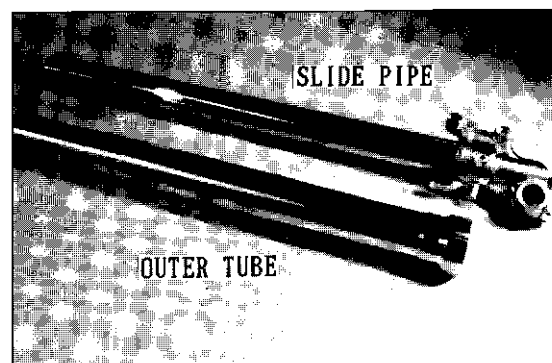

Fig. 2
2) Äusseres Rohr und Gleitrohr (Bild 2).
2) Tubo exterior y tubo corredizo (Fig. 2)